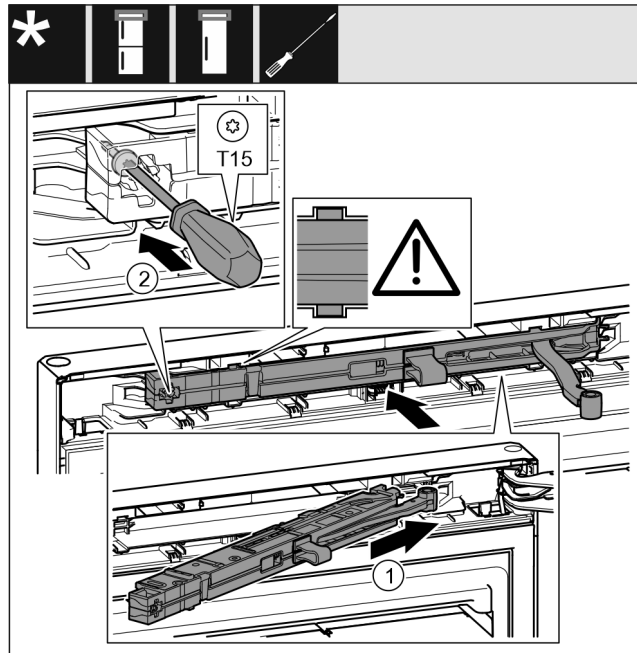

Fig. 25
- ▶ Inserire obliquamente nell'incavo fino all'arresto l'unità ammortizzatore di chiusura sul lato blocco di supporto. Fig. 25 (1)
- ▶ Serrare la vite con un cacciavite T15. Fig. 25 (2)